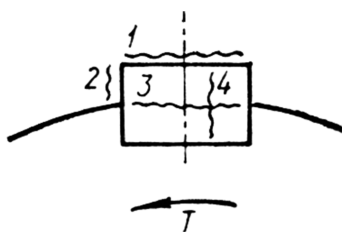

Рисунок 2.3
1. Какое место шпонки в ненапряжённом шпоночном соединении наиболее нагружено (рис. 2.3)?